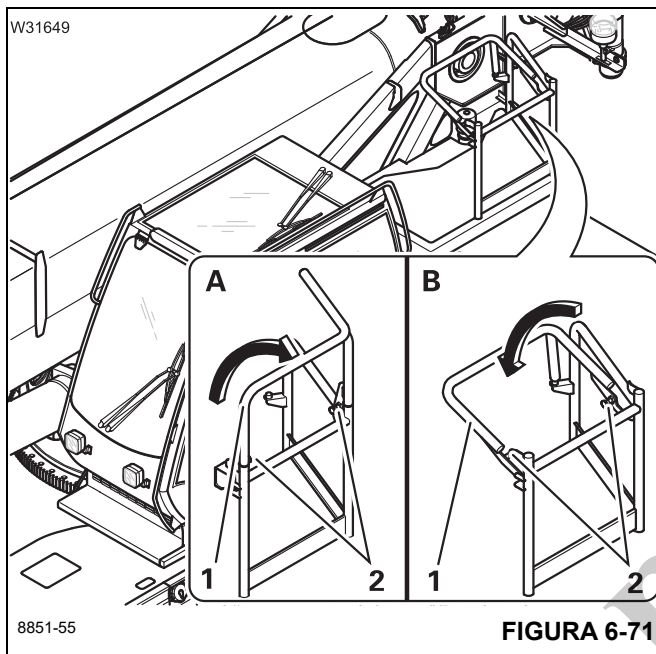

FIGURA 6-71
- Pliegue las barandillas (1), (Figura 6-71), hacia arriba hasta que los pasadores (2), (Figura 6-71), queden trabados con pestillo.
- Abra los pasadores de bloqueo (2), (Figura 6-71).
- Pliegue las barandillas (1), (Figura 6-71), hasta que los pasadores (2), (Figura 6-71), queden trabados con pestillo.